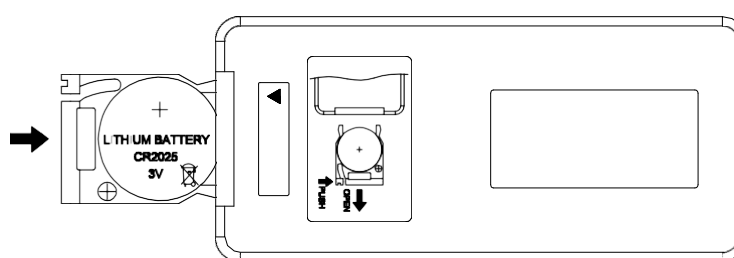

Figura 3
3. Inserte la batería con el lado del botón en el soporte de la batería, asegurándose de que la batería esté firmemente asentado. (Figura 3)